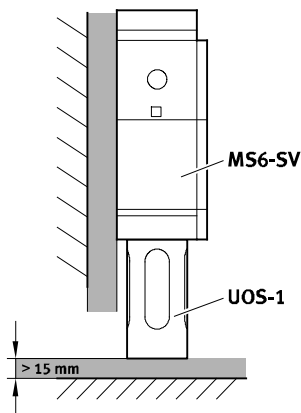

Fig. 5 Montage
- Respecter une distance minimale de 15 mm sous le silencieux (→ Fig. 5). Ce dégagement sert à une mise à l'échappement sans obstacle.